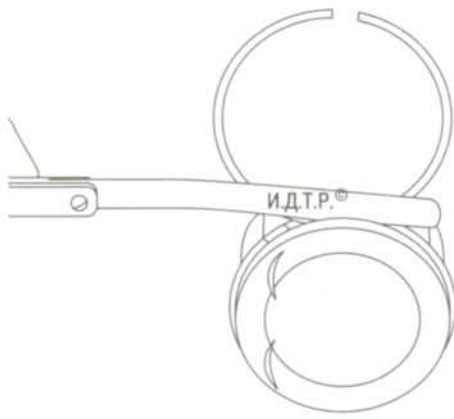

Рис. 5.26. Измерение зазора между компрессионным кольцом и канавкой поршня
3. Проверьте зазоры между компрессионными кольцами и канавками на поршне (рис. 5.26), предварительно очистив кольца от нагара. Проверьте зазор для компрес-